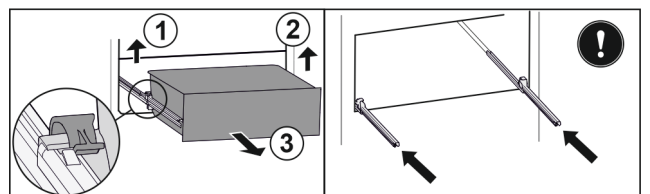

Fig. 165
- ▶ Linke Klemme anheben und gleichzeitig Schubfach links nach vorne ziehen. *Fig. 165 (1)*
- ▶ Rechte Klemme anheben und gleichzeitig Schubfach rechts nach vorne ziehen. *Fig. 165 (2)*
- ▶ Schubfach nach vorne entnehmen. *Fig. 165 (3)*